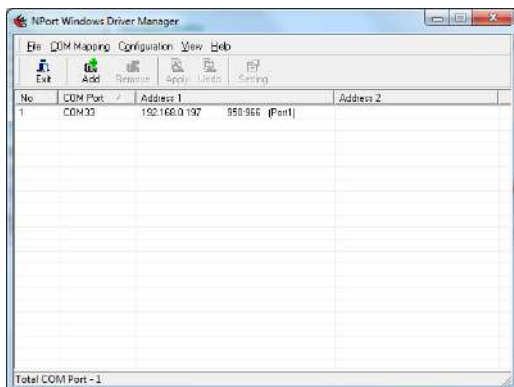

Рисунок 8
3.5.14 После поиска нажать кнопку **OK** и добавить устройство. В результате в главном окне появится устройство с назначенным ему номером COM-порта (рисунок 8).